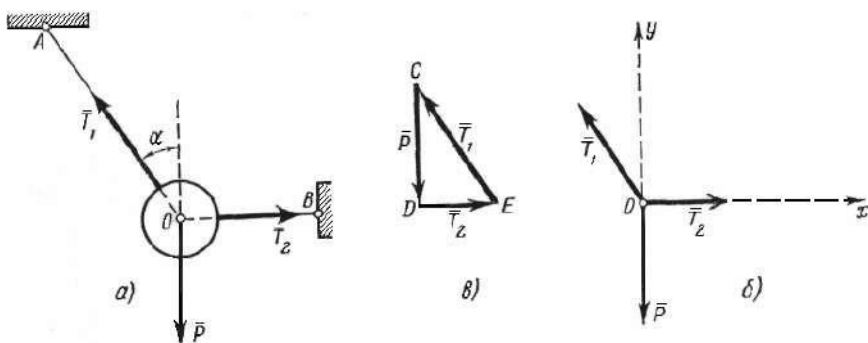

Рис. 4
Тяжелый шар весом  $P$  килограммов подвешен на нити (рис. 4, а) в точке  $A$  и удерживается в отклоненном на угол  $\alpha$  от вертикали отклонении горизонтальной нитью, привязанной в точке  $B$ . Найти натяжение нитей.
Графический метод решения. Так как три силы  $\vec{P}$ ,  $\vec{T}_1$  и  $\vec{T}_2$  находятся в равновесии, то силовой треугольник, составленный из этих сил, должен замыкаться. Строим этот силовой треугольник: для этого в определенном масштабе строим силу, которая нам известна по модулю и направлению, затем через начало и конец вектора  $\vec{P}$  проводим прямые, параллельные направлениям сил  $\vec{T}_1$  и  $\vec{T}_2$ . Стороны  $DE$  и  $EC$  полученного таким образом замкнутого силового треугольника  $CDE$  (рисунок 4, в) дают модули и направления искоемых реакций нитей. Чтобы
**Геометрический метод решения.** Искомые стороны  $DE$  и  $EC$  силового треугольника  $CDE$  можно найти не только путем непосредственного измерения, но и вычислением, применяя правила геометрии и тригонометрические формулы. Из способа построения силового треугольника  $CDE$  ясно, что  $\angle CDE = 90^\circ$ ,  $\angle DCE = \alpha$  и  $\angle DEC = 90^\circ - \alpha$  (рис. 4, а, б). Из силового треугольника  $CDE$  видно, что